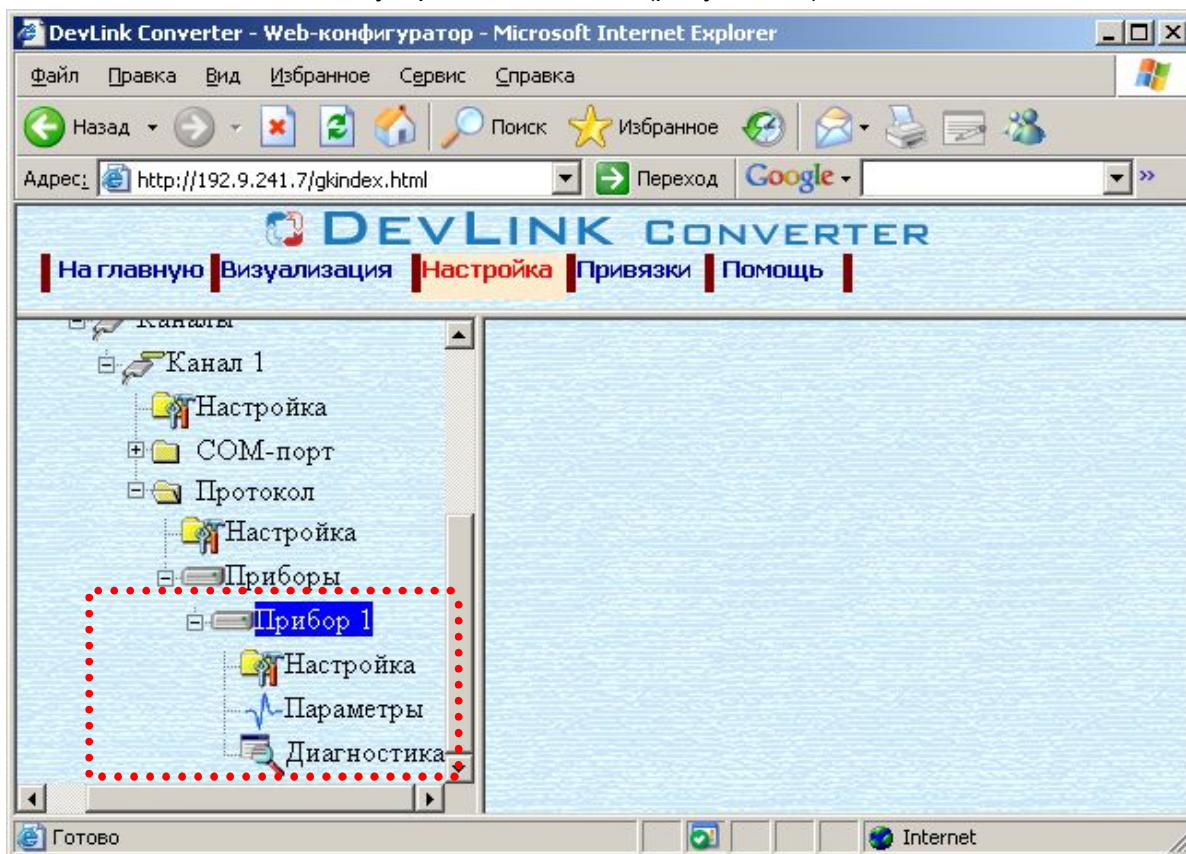

Рисунок 3.6 – Поддерево нового прибора в канале драйвера
- Нажмите на кнопку «Добавить прибор». В результате будет произведено добавление нового устройства в канал (рисунок 3.6).